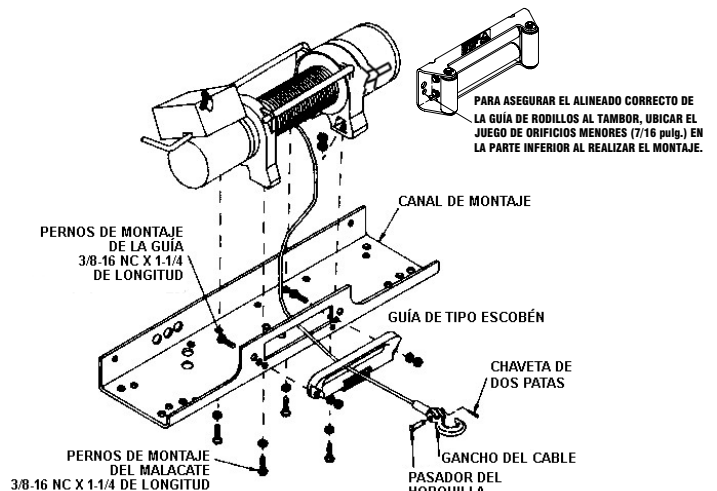

Figura 5
Fijar la guía al canal utilizando los herrajes suministrados con el malacate (ver FIGURA 5). Montar el malacate al canal. Colocar (4) arandelas planas y tuercas en las cavidades ubicadas en las patas de montaje del malacate y enroscar los tornillos de presión con arandelas de seguridad a través de los orificios de montaje en el canal y en los herrajes en las patas del malacate.
Pasar el extremo del cable desde el tambor a través de la guía y fijar el gancho. Utilizar el pasador de la horquilla y una chaveta de dos patas (ver FIGURA 5).